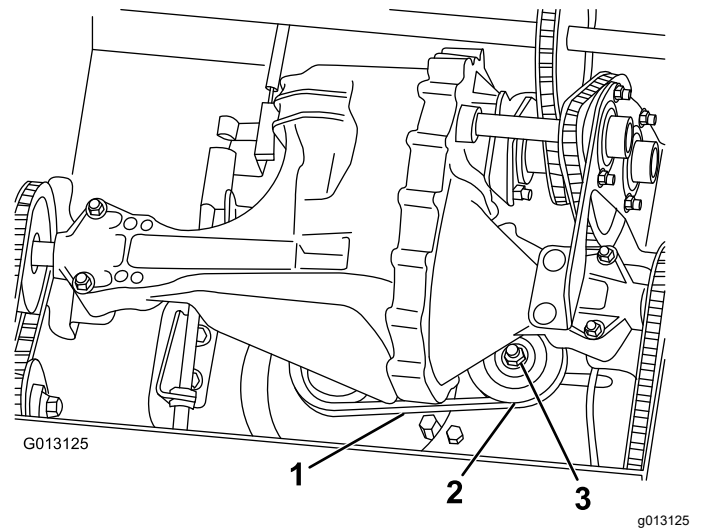

Figura 28
3. Presione sobre un tramo de la correa de transmisión con 4.5 kg (10 libras) libras de fuerza (Figura 28). Si la correa se desvía más de 1.3 cm ($\frac{1}{2}$ "), apriétela como se indica a continuación:
- A. Apriete la tuerca que sujeta la polea tensora (Figura 28).